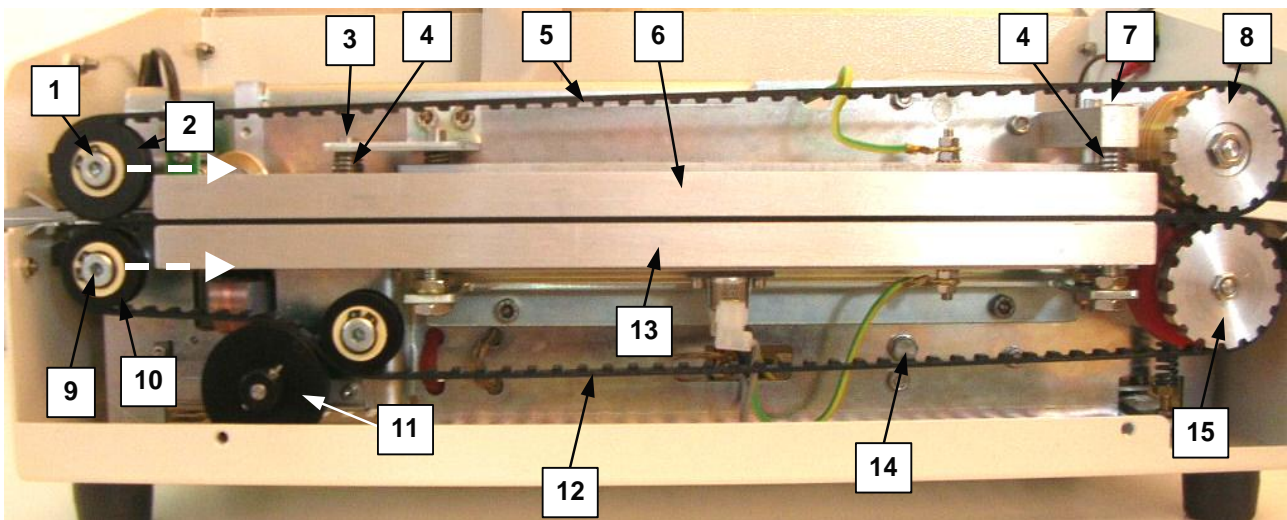

fig.5.9
- dopo aver allentato la vite superiore di bloccaggio (n.2-fig.5.8) e la vite di rotazione (n.14-fig.5.9), disinserire il gruppo motoriduttore (n.1-fig.5.8) ruotandolo nel senso della freccia di fig.5.8
- smontare la barra di trasporto superiore (n.6-fig.5.9) svitando prima le spine di fissaggio (n.3 e n.7-fig.5.9)
Attenzione a non smarrire le 2 molle di pressione (n.4-fig.5.9)
- allentare la vite di fissaggio del perno (n.1-fig.5.9) della puleggia condotta superiore.
- allentare la tensione della cinghia di trasporto superiore (n.5-fig.5.9) portando la puleggia condotta superiore (n.2-fig.5.9) nella direzione indicata dalla freccia di fig.5.9.
- sfilare la cinghia di trasporto superiore (n.5-fig.5.9) dalla puleggia motrice superiore (n.8-fig.5.9) ed estrarla dalla macchina.
- allentare la vite di fissaggio del perno (n.9-fig.5.9) della puleggia condotta inferiore.
- allentare la tensione della cinghia di trasporto inferiore (n.12-fig.5.9) portando la puleggia condotta inferiore (n.10-fig.5.9) nella direzione indicata dalla freccia di fig.5.9.
- sfilare la cinghia di trasporto inferiore (n.12-fig.5.9) dalla puleggia motrice inferiore (n.15-fig.5.9) ed estrarla dalla macchina.
- Inserire la cinghia di trasporto inferiore (n.12-fig.5.9) nella puleggia motrice inferiore (n.15-fig.5.9) e, successivamente, inserirla nella puleggia condotta inferiore (n.10-fig.5.9) e nella puleggia azionamento stampa (n.11-fig.5.9)
- tendere la cinghia inferiore mediante la puleggia condotta inferiore (n.10-fig.5.9) e bloccare il suo perno (n.9-fig.5.9) mediante la relativa vite di fissaggio.
- la puleggia-movimento-stampa (n.11-fig.5.9) ruota ed aziona il nastro della cassetta nastro
- Inserire la cinghia di trasporto superiore (n.5-fig.5.9) nella puleggia motrice superiore (n.2-fig.5.9) e, successivamente, inserirla nella puleggia condotta superiore (n.2-fig.5.9)
- tendere la cinghia superiore mediante la puleggia condotta superiore (n.2-fig.5.9) e bloccare il suo perno (n.1-fig.5.9) mediante la relativa vite di fissaggio.
- rimontare la barra di trasporto superiore (n.6-fig.5.9)